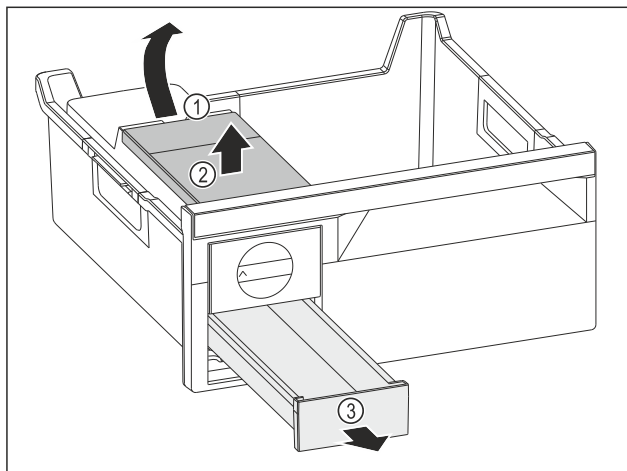

Fig. 110
- ▶ Изваждане на резервоара за вода: Повдигнете резервоара за вода при прореза Fig. 110 (1).
- ▶ Извадете резервоара за вода Fig. 110 (2) нагоре.
- ▶ Извадете чекмеджето за ледени кубчета Fig. 110 (3) напред.